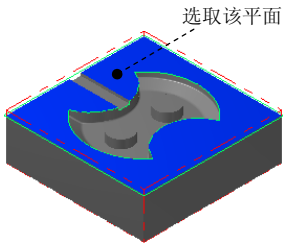

图 22.31 选取干涉面
(2) 单击 **干涉面** 区域中的 **鼠标** 按钮，选取图 22.31 所示的面为干涉面，然后按 Enter 键。